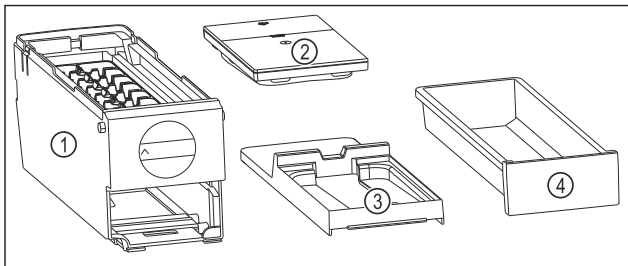

Fig. 106 Bestanddelen van de EasyTwist-Ice
- EasyTwist-Ice is in vier delen gedemonteerd. (zie Fig. 106)
- EasyTwist-Ice alleen in afgebeelde bestanddelen demonteren. (zie Fig. 106)
- EasyTwist-Ice-corpus Fig. 106 (1) als geheel reinigen.